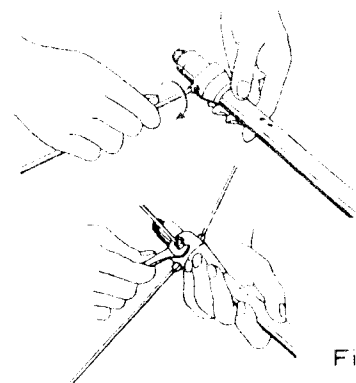

Fig. 2
②ラジアル3本をマッチングセクションへ取り付けます。ラジアルナットは図のように使ってください。
2. Attach three radial elements the bottom of lower vertical element. Grip nuts have to be fixed as shown in Fig. 2